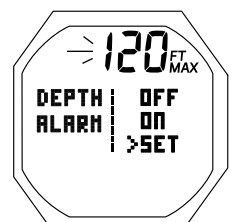

Fig. 35 - RÉGLAGE DE L'ALARME DE PROFONDEUR
**RÉGLAGE DE L'ALARME DE PROFONDEUR (DEPTH)** : paramètres affichés (Fig. 35)